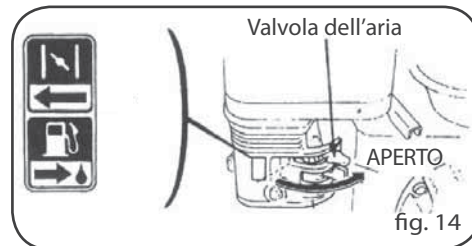

fig. 14
9. Preriscaldare il motore e riportare la levetta dell'aria in posizione "APERTO" (Fig. 14).